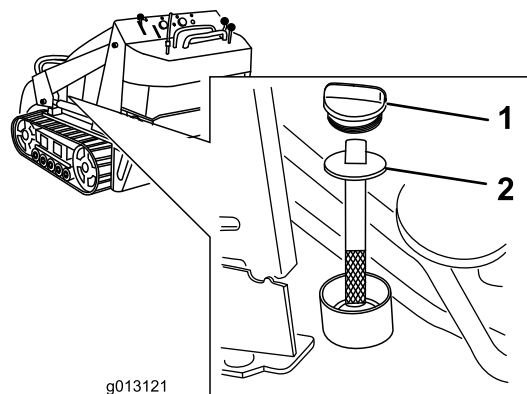

Figura 55
5. Retire el tapón y la varilla del depósito hidráulico (Figura 55).